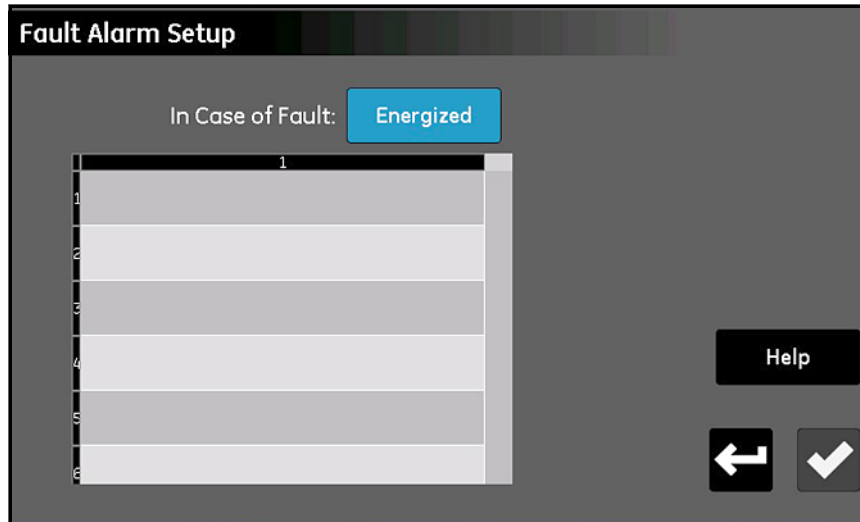

Figure 40: L'écran Config alarme défaut
Le menu *Config alarme défaut* (voir *Figure 40* ci-dessous) vous permet de préciser comment le relais d'alarme de défaut spécial du moisture.IQ répond à l'apparition d'un défaut et il répertorie la source des défauts actuels.
- Touchez **En cas de défaut** pour alterner entre les options **Activé** et **Désactivé**. Cette sélection détermine si le relais est **Activé** ou **Désactivé** (fonctionnement à sécurité intégrée) lorsqu'un défaut est détecté. La source d'un défaut est affichée dans la liste des défauts illustrée à la *Figure 40* ci-dessus.